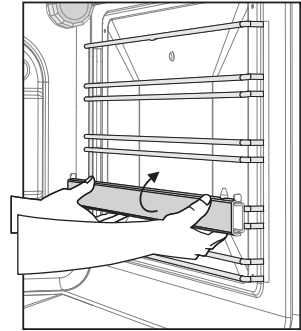

Рис. 20
- **Телескопические направляющие** крепятся на проволочные направляющие и служат для выдвигения готовящегося блюда за пределы горячей духовки. Телескопические направляющие могут быть установлены на разной высоте, в зависимости от того, на каком уровне должно идти приготовление пищи. Чтобы переустановить телескопическую направляющую, необходимо отвести ее нижний край (рис.20), а затем движением вниз снять с проволочных направляющих. Установка на другой уровень производится в обратной последовательности.